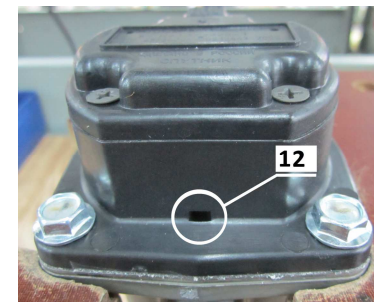

Рисунок 2
- 6.2 Подогреватель должен быть **установлен строго в горизонтальном положении входным и выходным патрубками вверх** (см. рис. 2), при этом передняя часть (входной патрубок) должна быть опущена вниз на угол 5...10 градусов, а так же **удален от нагревающихся и подвижных частей двигателя**.